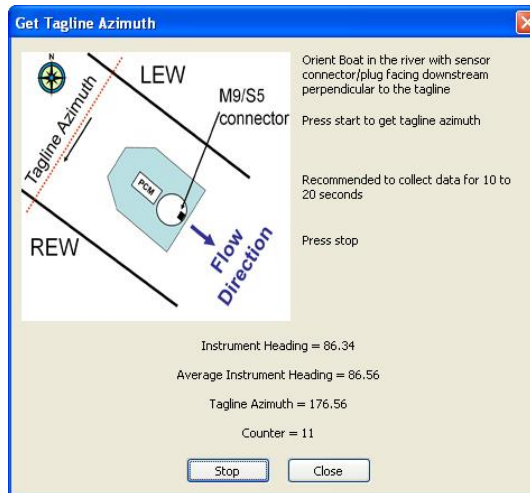

Figura 91. Obtener el Azimut de la Ruta
- Una vez que el M9/S5 ha sido correctamente alineado con el río y está relativamente estable, oprima **Start** para recopilar los datos. Durante este tiempo la brújula mostrará el cabeceo del instrumento a intervalos de 1 segundo, también mostrará el cabeceo promedio del instrumento, el cálculo del azimut de la ruta y el número de muestras (en segundos) como se presenta en la Figura 91. Después de 20-30 segundos de recopilación de datos, pulse **Stop** y cierre el cuadro de diálogo. El campo del azimut de la ruta, en el cuadro de diálogo de configuración del sistema, se actualizará automáticamente con el azimut de la ruta que se obtuvo mediante *Get Tagline Azimuth*.